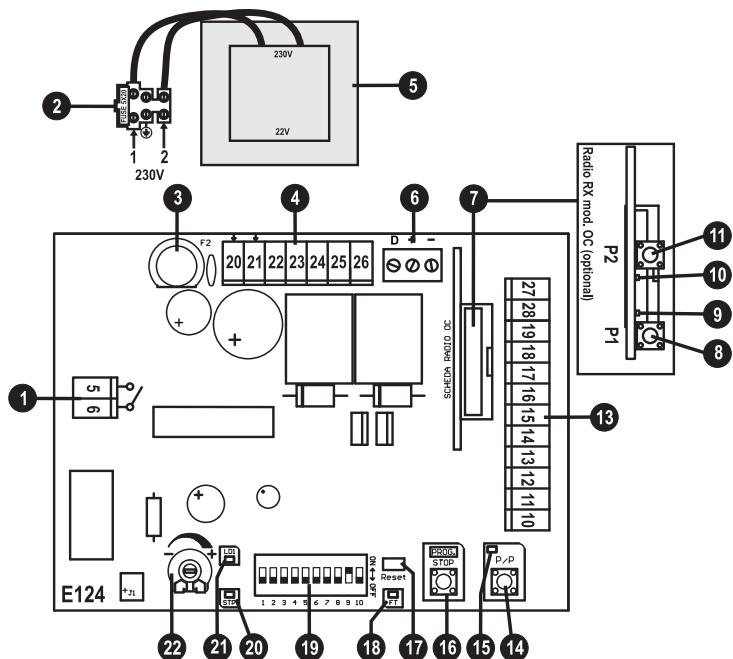
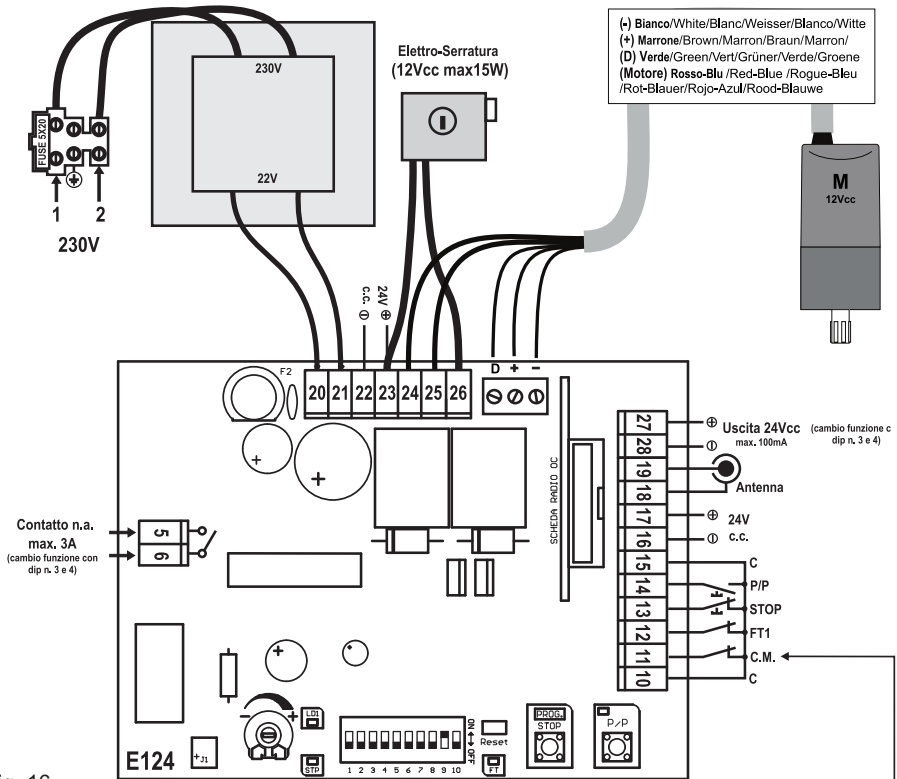

FIG.15
Fig. 16
F DESCRIPTION DES PARTIES (Fig. 15)
Pour les connexions suivre les tableaux 1 et 2 et la figure 16.
Durant la phase d'apprentissage on actionnera plusieurs fois la touche P/P (pos. 14 fig. 15), en alternative on peut utiliser la commande P/P (borne 14, fig. 16) ou l'émetteur radio mémorisé sur le premier canal du récepteur.
- 2- En maintenant la touche PROG enfoncée, effectuer une réinitialisation en court-circuitant avec un tournevis le cavalier Reset (pos. 17 fig. 15).
1-Activer la fonction ralentissement en mettant le dip-switch n. 9 sur ON (pos. 19 - fig. 15).
Les différentes options décrites sont sélectionnables avec le dip-switch fonctions (pos. 19 - fig.15).